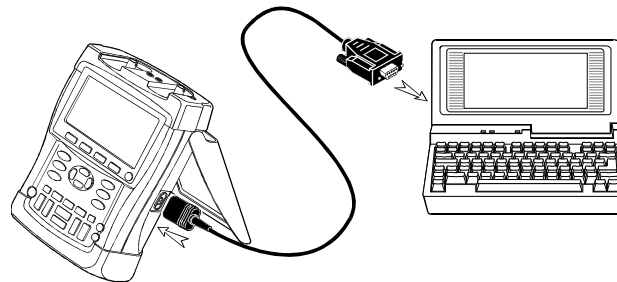

Figura 33. Collegamento del Computer
- Utilizzare l'Adattatore/Cavo RS-232 isolato otticamente (PM9080) per collegare un computer alla OPTICAL PORT (porta ottica) dello strumento. (Vedere la Figura 33).